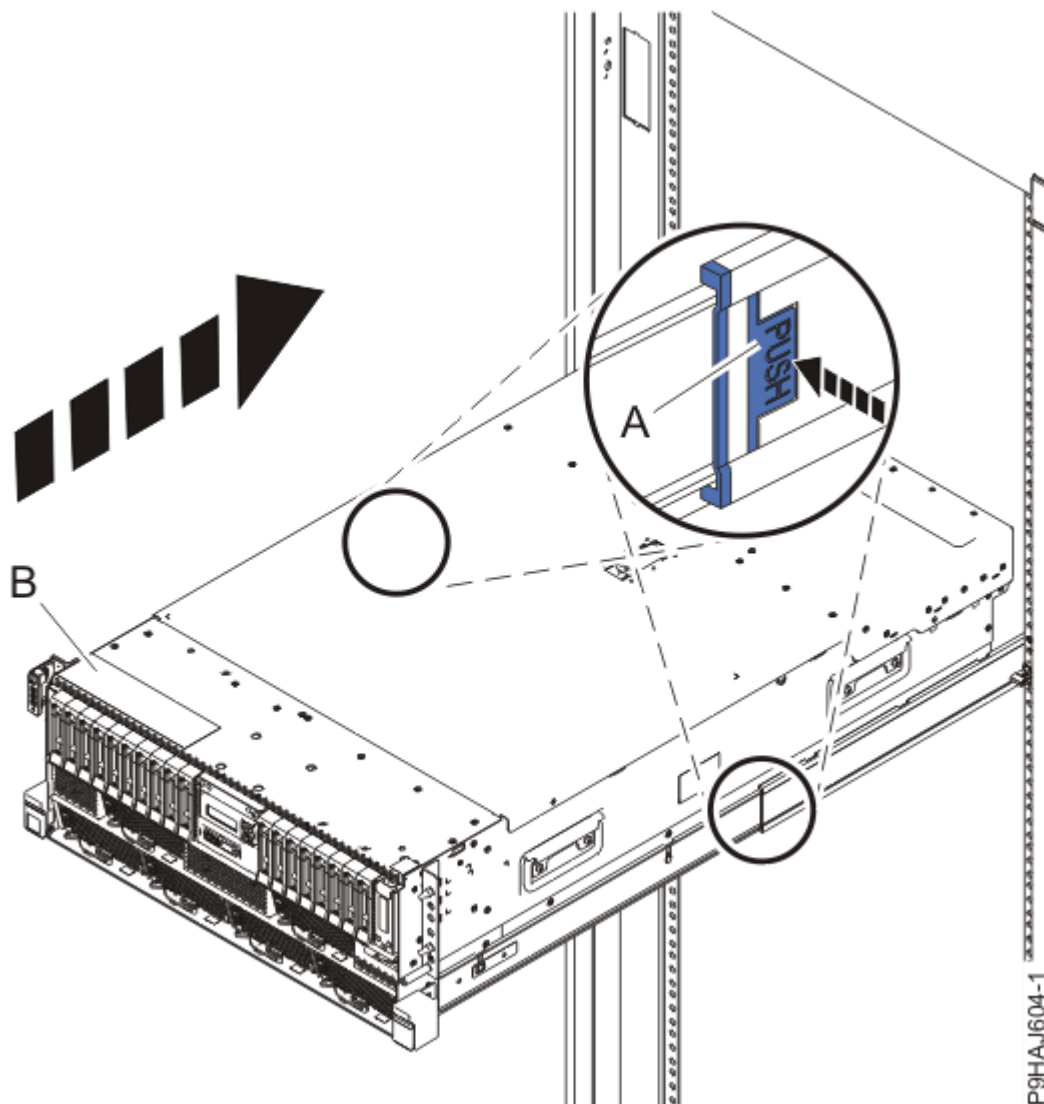

Figura 39. Colocación del sistema en la posición operativa
5. Para un sistema montado en bastidor, desbloquee los pestillos de seguridad de color azul de los rieles **(A)**, tal como se muestra en la Figura 39 en la página 42 presionándolos hacia dentro. Asegúrese de que los brazos portacables se pueden mover libremente. Asegúrese de que los cables de la parte posterior de la unidad no queden atrapados ni se enreden al empujar la unidad a la posición operativa.